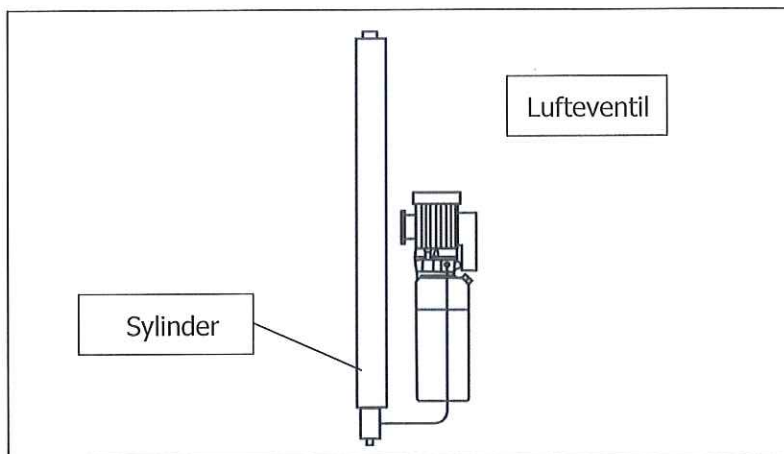

Fig.12(For reference only)
• **Driv ut luft:** Ved luft i hydraulikk-systemet, må dette luftes. Kjør løftestolen opp til 600 mm, åpne ventilasjonsskruen på toppen av hydraulikksylindern 2 omdreininger (Se Fig. 12). Om det kommer olje, trekk til umiddelbart.